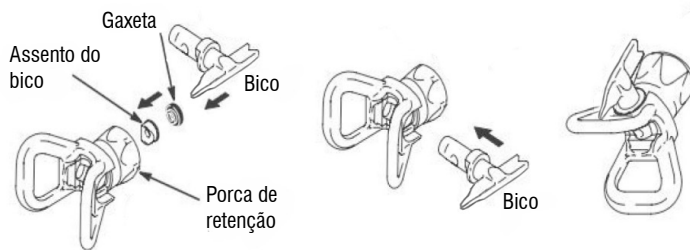

Figura 4 - Componentes do bico
1. Coloque a gaxeta encostada na parte plana do assento do bico (figura 4);